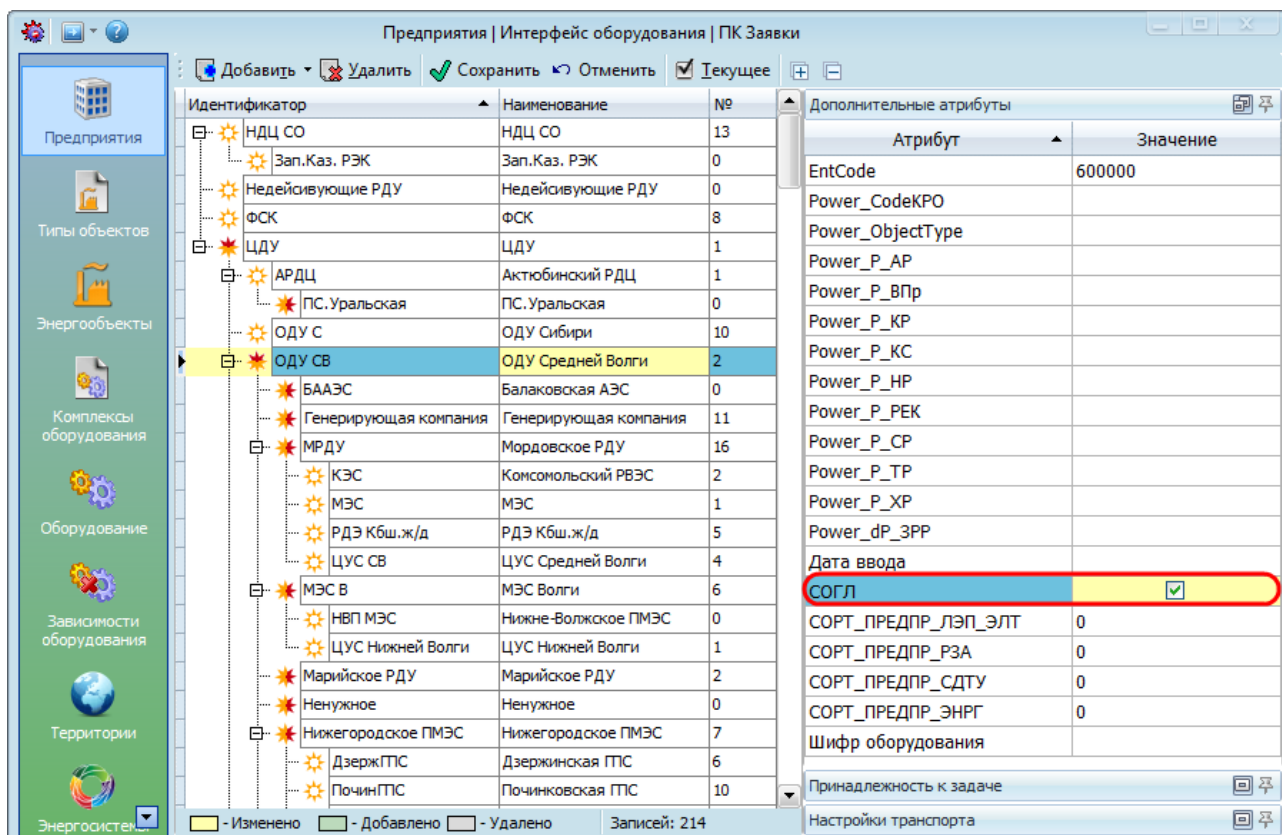

Рисунок 12.26 – Атрибут «СОГЛ» для предприятия
– в приложении «Интерфейс оборудования» в меню «Предприятия» для параллельного/нижестоящего предприятия у атрибута «СОГЛ» установлен флаг (Рисунок 12.26).